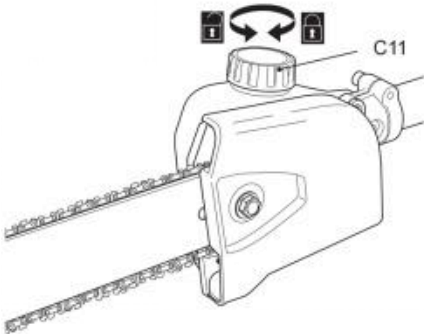

Fig. 16
2) Schroef de dop van de olietank (C11) los en verwijder deze (Fig. 16). Giet vervolgens geschikt smeermiddel in de tank. Wij adviseren het gebruik van milieuvriendelijke kettingolie die speciaal bedoeld is voor gebruik met dit product.